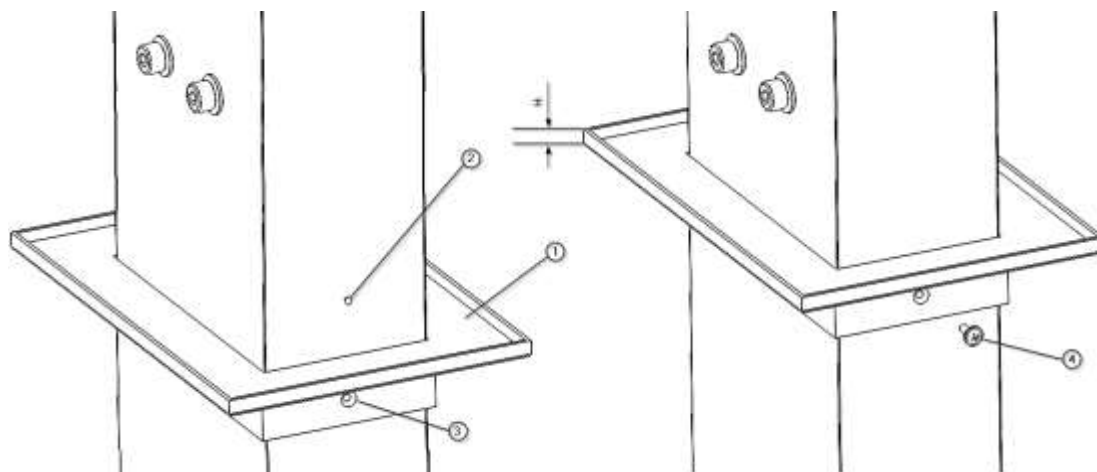

Fig. 8 Montage van de sierkap van de regenpijp
- Plaats de afwerking van de afvoerpijp ① (voorgemonteerd) in de definitieve positie en markeer het gat ② voor de zelfborende schroef ④ aan de hand van het gat in de afwerking ③. Boor een gat met een boor van 3 mm.
- Bevestig ten slotte de sierkap van de afvoerpijp ① door de zelftappende schroef ② vast te draaien, zoals weergegeven in afbeelding 8.